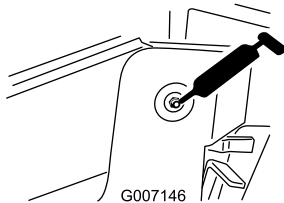
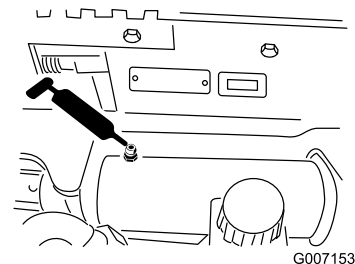

Figura 41
Figura 48
3. Conecte una pistola de engrasar a cada punto de engrase (Figura 41 a Figura 48).